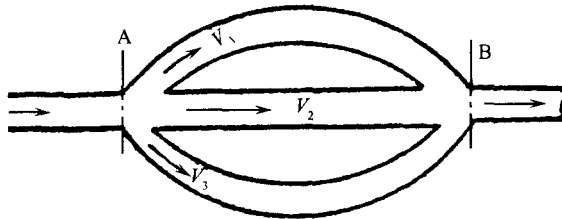

图 1-15
71. 对于图 1-15 所示的并联管路,若忽略分流点与合流点的局部阻力损失,单位质量流体从 A 流至 B,可列出机械能衡算式和质量守恒式为_____。